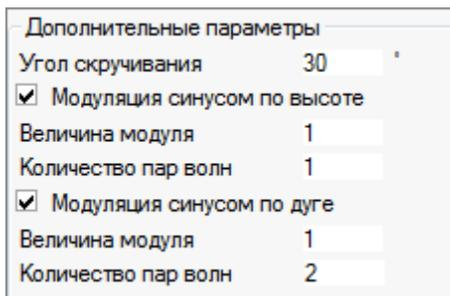

Рисунок 2.62
*Примечание: флажки могут быть установлены одновременно в двух окнах (рисунок 2.62).*